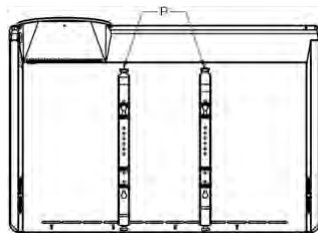

Рис. 4
- Опустите вниз две задвижки «P» (см. рис. 4) на задней панели обогревателя, и потяните прибор на себя.